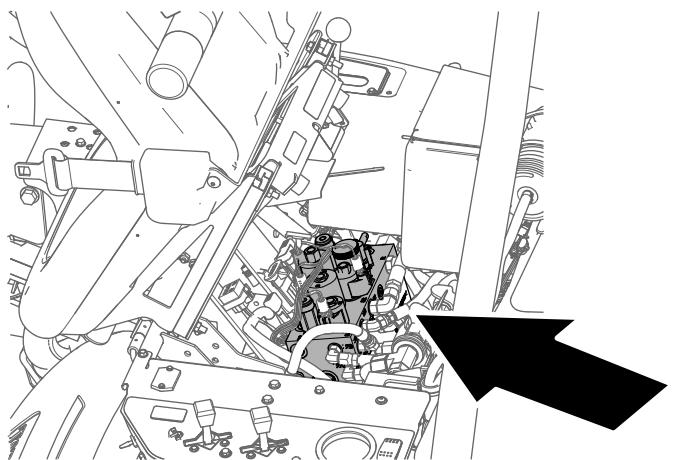

Figure 52
2. Soulevez le siège et bloquez-le en position avec la béquille (Figure 52).